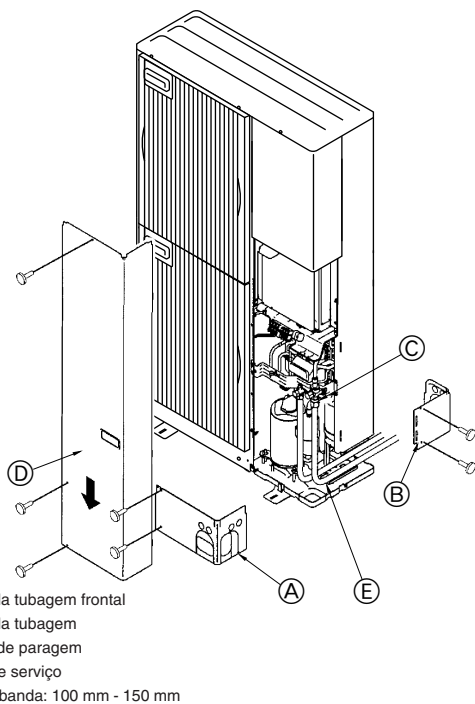

Fig. 5-6
5.6. Tubagem de refrigerante (Fig. 5-6)